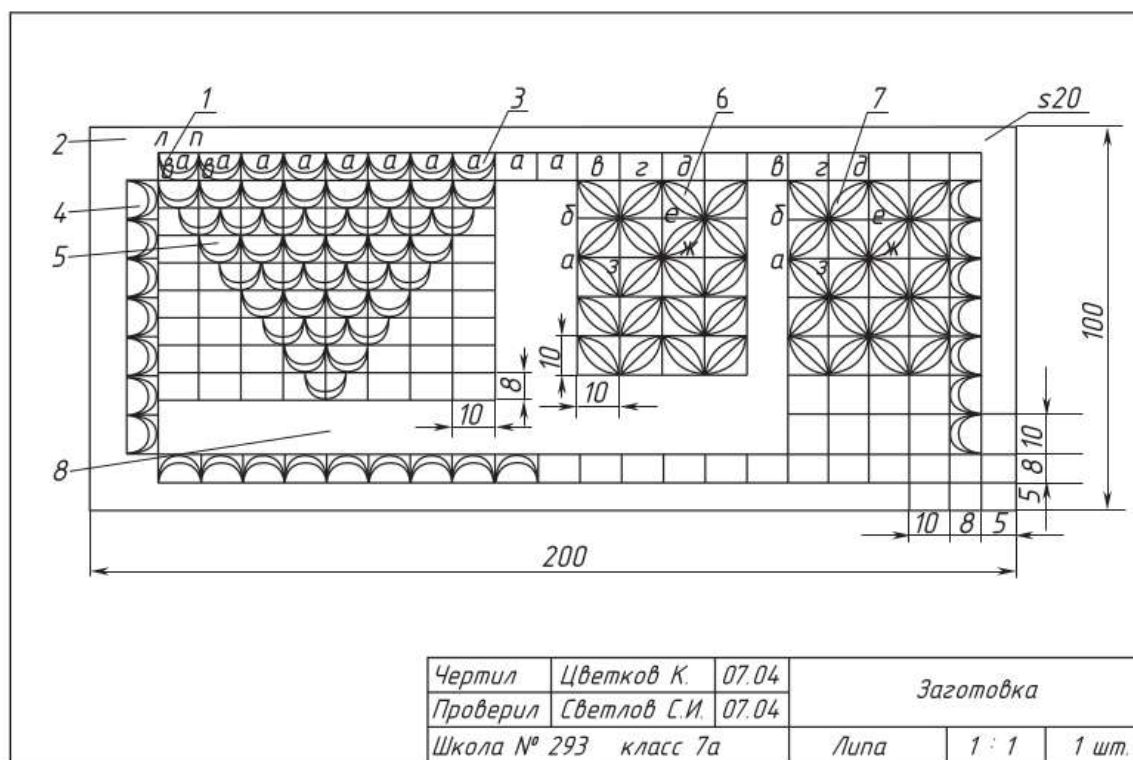
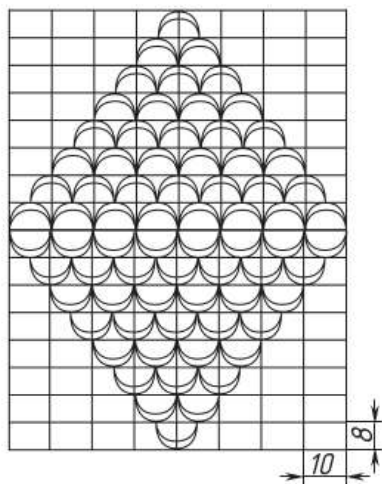

Рис. 8.22. Чертёж разметки учебной заготовки для скобчатой резьбы
Рис. 8.23. Схема разметки чешуек, вписанных в ромб
3. По чертежу (рис. 8.22) выполните разметку заготовки. На рисунке 8.22 использованы следующие обозначения: 1 — схема резьбы ноготков; 2 — контурное поле; 3 — схема разметки резьбы ноготков вдоль волокон по длинной стороне орнаментальной полосы; 4 — схема разметки резьбы ноготков поперёк волокон по короткой стороне орнаментальной полосы; 5 — композиция чешуек; 6 — схема разметки скобчатых порезок глазков с выпуклой средней линией; 7 — схема разметки скобчатых порезок с углублённой средней линией; 8 — резное поле для авторских композиций.
тые подрезки будут располагаться в шахматном порядке в виде треугольника (рис. 8.22, 5) или в виде ромба (рис. 8.23).
Разметка скобчатых порезок с выпуклой средней линией — глазков (рис. 8.22, 6). На заготовке построить сетку 10×10 мм. Построить дугу *ав* с центром в точке *б* и радиусом 10 мм. Далее построить дуги радиусом 10 мм с центрами в точках *г* (дуга *вд*), *е* (дуга *гж*), *з* (дуга *жс*) и т. д.
Разметка скобчатых порезок с углублённой средней линией (рис. 8.22, 7). На учебной заготовке построить сетку 10×10 мм. Далее разметка выполняется, как показано на рисунке 8.22, 6.
Выполните резьбу ноготков вдоль волокон текстуры древесины (рис. 8.22, 3).
Выполните резьбу ноготков поперёк волокон (рис. 8.22, 4).
Выполните резьбу чешуек (рис. 8.23).